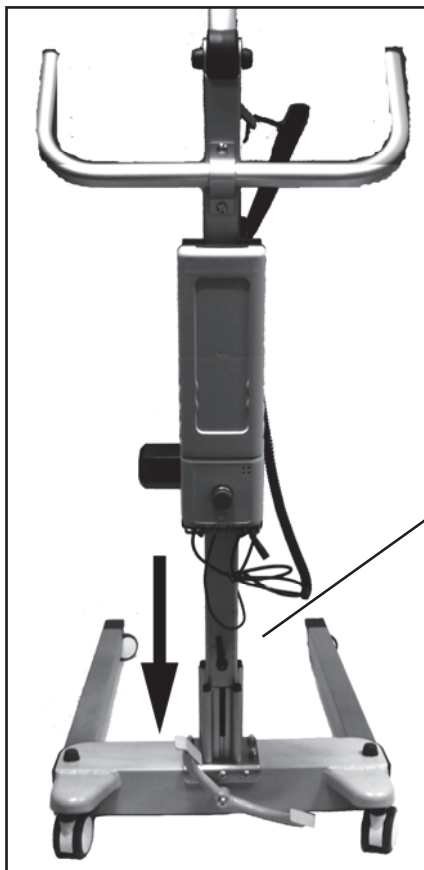
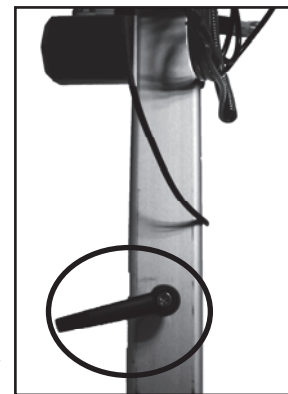
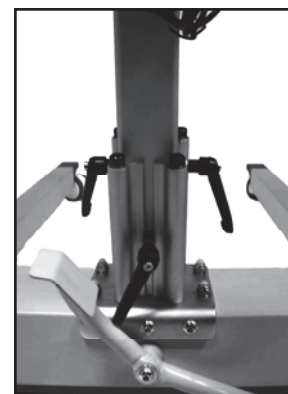

Figura 05
Figura 04
Figura 06
2. Una vez haya aflojado la maneta posterior de la columna, (sin llegar a quitarla) (figura 04), ahora puede colocar la columna en el alojamiento del bastidor (figura 05). Atornille el pasador que previamente ha quitado y a continuación atornille también la maneta posterior (figura 06).